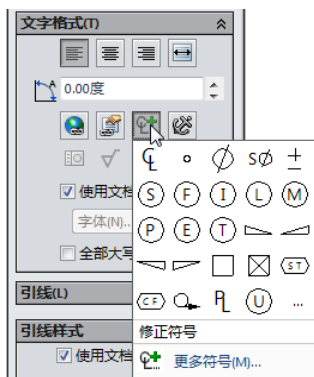
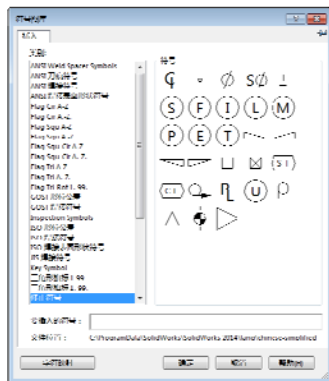

图 9-89 选择符号
图 9-90 【符号图库】对话框
-  添加符号：将鼠标指针放置在需要显示符号的【注解】文本框中，单击【添加符号】按钮，弹出【符号】选项，如图 9-89 所示，选择一种符号，即可在注释中插入该符号，如果没有所需的符号，可选择【更多符号】命令，打开【符号图库】对话框，如图 9-90 所示，该对话框中有更多的符号选择。